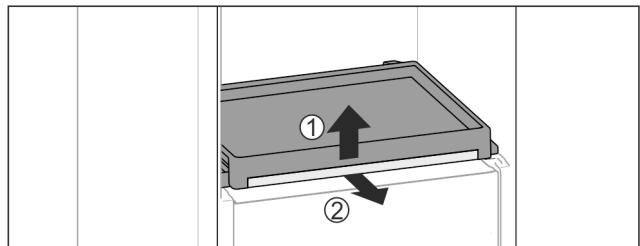

Fig. 60
- ▶ Выньте выдвижную панель со стеклянной панелью: Слегка приподнимите спереди стеклянную полку Fig. 60 (1) и потяните вперед Fig. 60 (2).